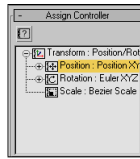

Abbildung 1.15: Zuweisen der Pfadanimation.
- Unter **Motion, Parameters und Assign Controller** für „Position“ einen „Path Constraint“ Controller zuweisen (siehe Screenshot in Abbildung 1.15).